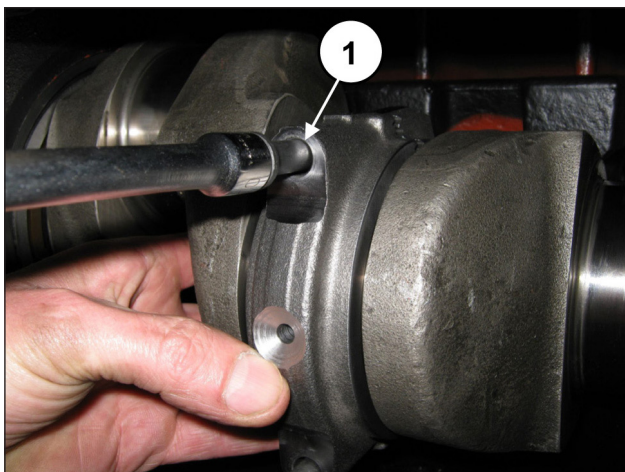

Fig. 68
Fixe os chapéus nas semi-hastes, mediante os parafusos M10x1.5x80 (pos. ①, Fig. 68).